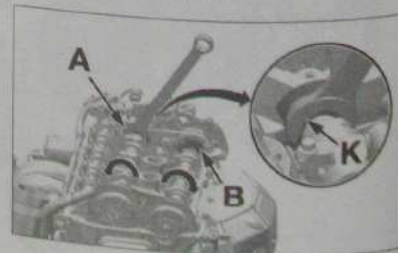

Fig. 9
- Effectuer une rotation dans le sens antihoraire en (A) pour l'arbre à cames d'admission (Fig.9) jusqu'à obtenir la position verrouillage.
- Effectuer une rotation dans le sens horaire en (B) pour l'arbre à cames d'échappement jusqu'à obtenir la position verrouillage.